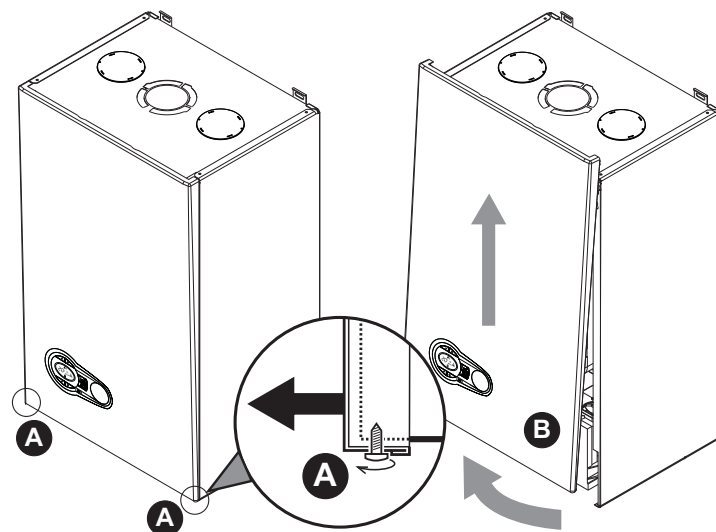

fig. 25 - Deschiderea panoului frontal
1. Deșurubați parțial șuruburile **A** (vezi fig. 25).